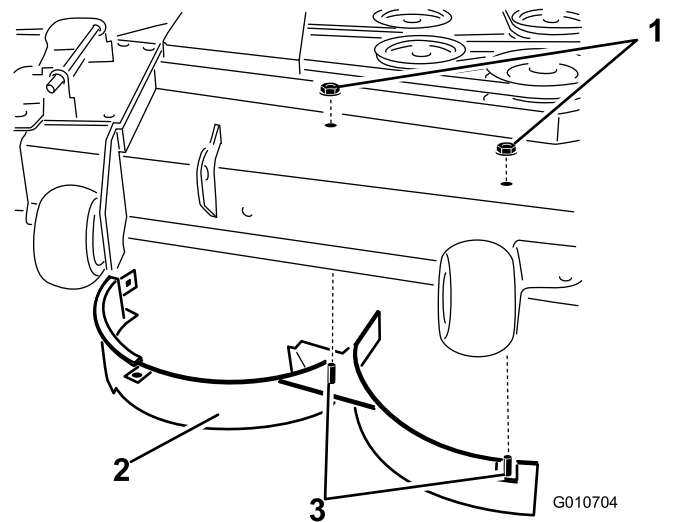

Figure 14
8. Retirez les 2 contre-écrous (5/16") qui fixent les montants soudés du déflecteur droit au sommet du plateau de coupe, au centre et à droite du centre (Figure 14).